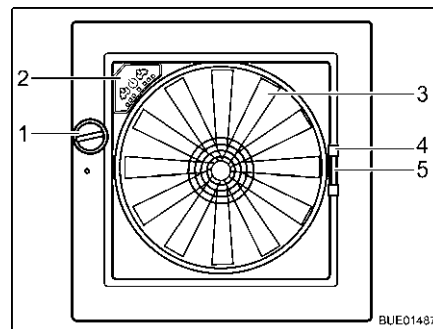

Bild 89 Taklucka Omni-Vent
- Vrid på vredet (Bild 89,1) tills önskad öppningsvinkel har nåtts.
- Vrid på vredet (Bild 89,1) tills takluckan är helt stängd.
- Dra insektsskyddet i handtaget (Bild 89,4) till motstående ramsida.
- Tryck ihop mörklägningsgardinens handtag (Bild 89,5).
Fläkt När takluckan är öppen kan kupén vädras med fläkten (Bild 89,3) i sex nivåer. Fläkten regleras via reglagen (Bild 89,2).